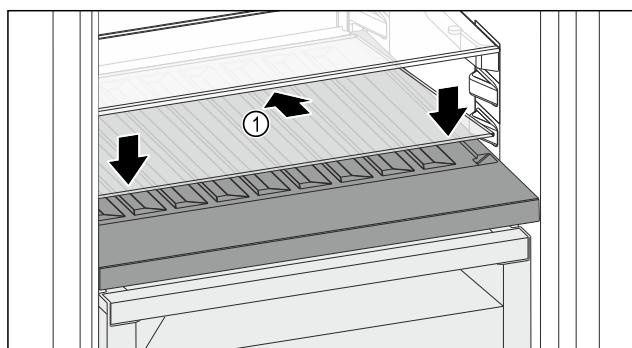

Fig. 98
- Glasplatte Fig. 98 (1) schräg und nach hinten unten geneigt ansetzen.
► Glasplatte Fig. 98 (1) vorne absenken.